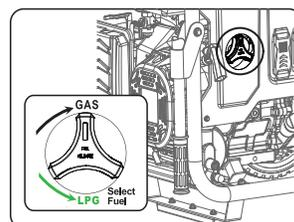

Fig 12
- Gire el selector de combustible a la posición "GAS" (vea Fig. 12)
- Gire el selector de combustible a la posición "LPG" (vea Fig. 12)